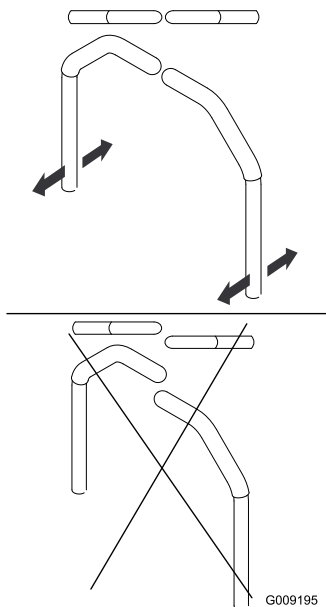

Figure 79
4. Réglez l'alignement avant/arrière des leviers en les plaçant simultanément à la position point mort puis faites-les coulisser jusqu'à ce qu'ils soient alignés, puis serrez les boulons (Figure 79).